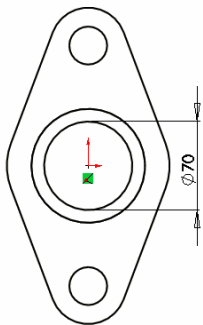

图 4-39 轴孔草图
⑭ 绘制圆。选择上面完成的轴套上表面，单击草图绘制按钮，新建一张草图。单击工具按钮，使绘图平面转为正视方向。单击工具栏中的圆按钮，以系统坐标原点为圆心绘制一个直径为 70mm 的圆如图 4-39 所示。